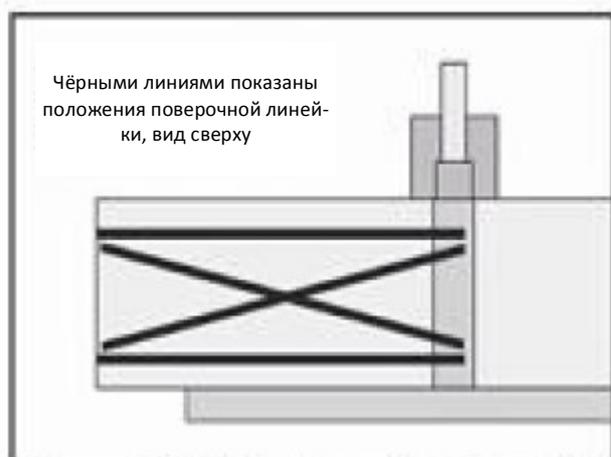

Рис. 31. Положения поверочной линейки при проверке параллельности выводного стола и режущего вала
3. Поставить поверочную линейку на выводной стол так, чтобы она легла на режущий вал в одном из положений, показанных на рис. 31.
5. Продолжить размещение поверочной линейки в остальных положениях, показанных на рис. 31. В каждом положении замеры щупом выполняются практически идентично. Если высота выводного стола над режущим валом одинаковая по столу в каждом положении, выводной стол уже параллелен режущему валу. Перейти к проверке параллельности подводного стола, изложенной выше. Если высота выводного стола не равномерная по всему столу в любом из положений, то выводной стол не параллелен режущему валу. Скорректировать параллельность выводного стола, затем скорректировать параллельность подводного стола.